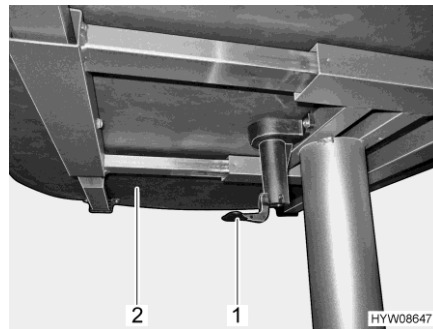

Fig. 96 Leva per spostare il piano del tavolo
- Tirare o spingere la leva (Fig. 96,1) verso il basso.
- Spingere il piano del tavolo (Fig. 96,2) nella posizione desiderata.